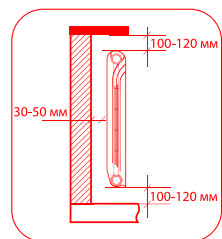

рис. 1
1. Для эффективной р боты р ди тор необходимо соблю дь монт жные р сстояния, ук з нные н рис. 1.